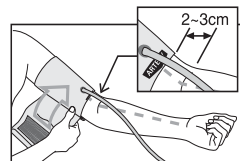

Рис. 7
3. Оберните манжету вокруг руки так, чтобы нижняя кромка манжеты находилась на расстоянии 2-3 см от локтевого сгиба. Метка с надписью «ARTERY» должна находиться над артерией руки (рис. 7).